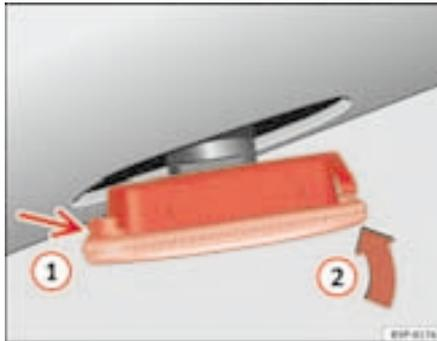

Fig. 170 Intermitente lateral
- Coloque el intermitente en primer lugar en el orificio de la carrocería, encajando las pestañas ⇒ fig. 170, flecha ①.
- Encaje el intermitente como indica la flecha ② ⇒ fig. 170 ■